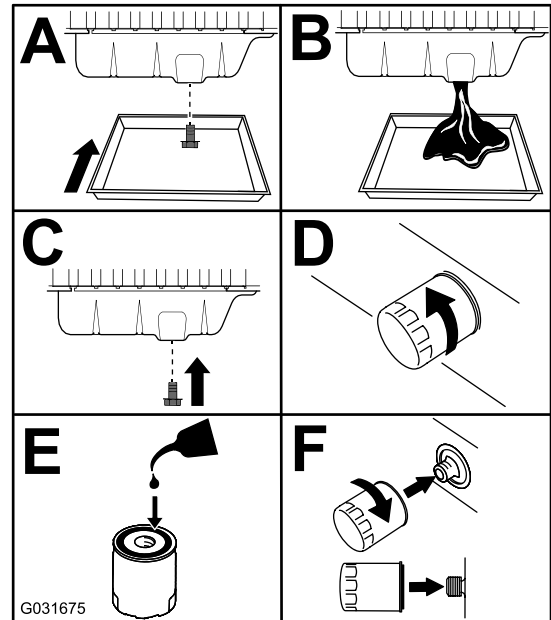

Figure 57
3. Vidangez l'huile moteur et remplacez le filtre à huile (Figure 57).